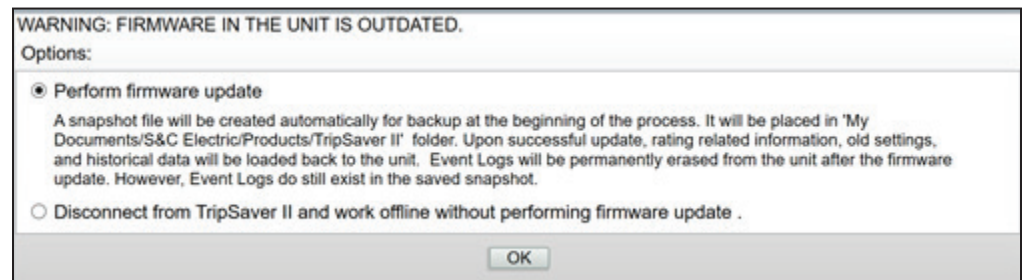

Figura 2. Ventana de diálogo de Advertencia de actualización del firmware.
- PASO 5.** Seleccione la opción **Tools>Firmware Update (Herramientas>Actualización del Firmware)** en el menú **Principal**, o haga clic en el icono Actualización del Firmware en la barra de herramientas de acceso rápido. Si el firmware está desactualizado, aparecerá una ventana de diálogo. Ver la Figura 2.